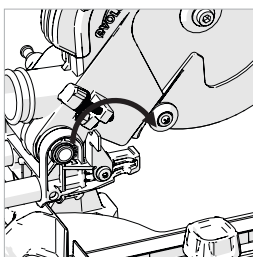

Fig. 26a
- Använd djupspärrens stopplatta (**Fig. 26a**) genom att från sin förvaringsposition rotera den framåt längs med maskinen i ungefär 150 grader till arbetsläge.